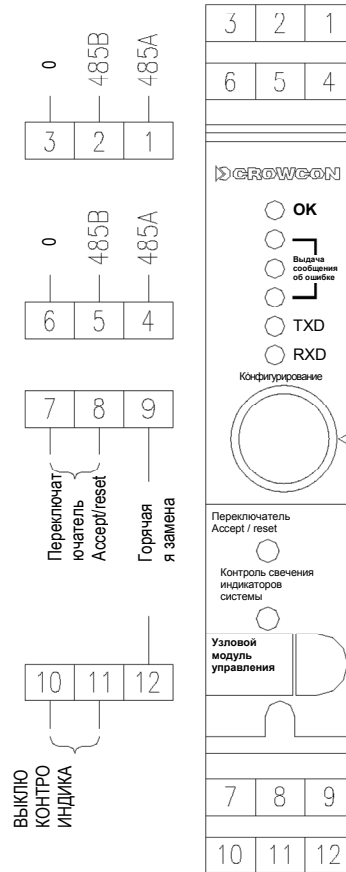

Рис. 17. Схема соединений для узлового модуля контроллера
1. Для использования «горячей замены» подключите клемму 9 узлового модуля контроллера к клемме 12 в рабочем режиме (без удержания канала). См. рис. 17 в приложении Б.